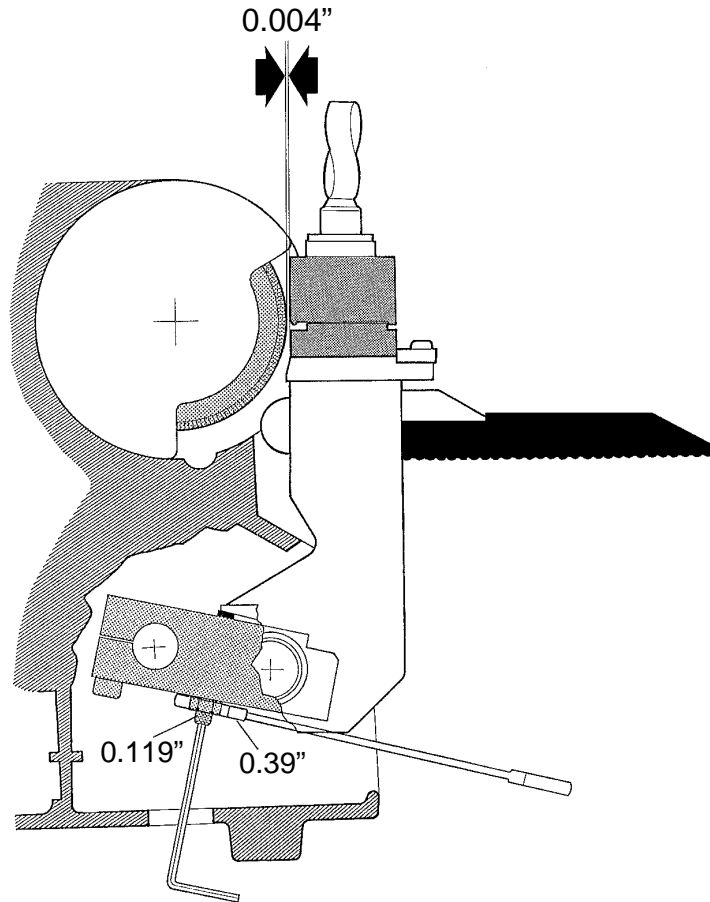

Fig. 14
- 2) Unlock the 0.39" nut (see fig. 14).